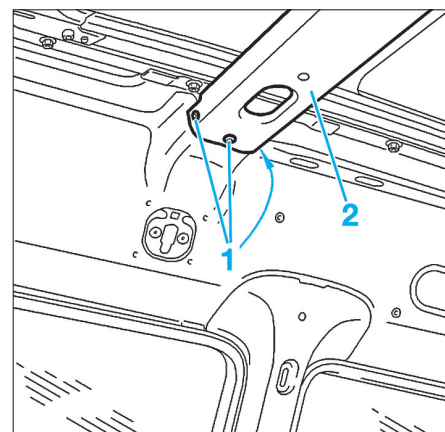

FIG. 52
- Percer les rivets (1) à l'aide d'un forêt Ø 4,5 mm (Fig.52).
- la traverse (2),